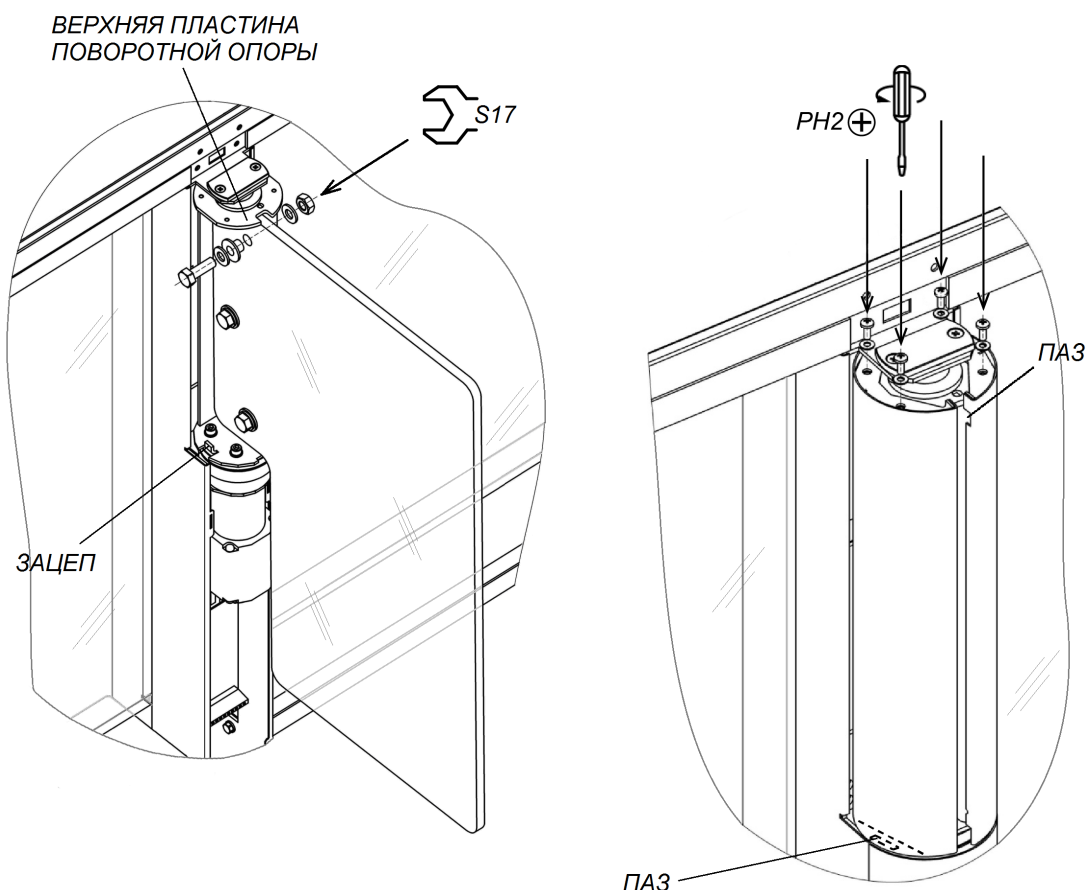

Рисунок 21. Створка и кожух створки
22. Распакуйте стеклянные створки (4) и произведите их монтаж (рис. 21, разд. 8.9.3).
23. Установите кожухи створок (3) из комплекта принадлежностей (рис. 21, разд. 8.9.4).
24. Установите на свои места передние панели боковых стоек (10) (разд. 8.9.2). После установки проверьте, чтобы верхний край панелей находился на одном уровне с корпусом секции.
Снятие или установку створки (4) производите вдвоем. Створка к поворотной опоре крепится в трех местах при помощи болтов M10×30, шайб 10, втулок пластиковых и гаек M10 (см. рис. 21). Используйте рожковые ключи S17.
2. Смонтируйте одну из частей кожуха на поворотную опору створки. Для этого оденьте кожух на верхнюю пластину поворотной опоры через пазы в верхней части кожуха, после чего сдвиньте кожух вниз до конца, введя нижний паз кожуха в зацеп, расположенный в нижней части поворотной опоры (см. рис. 21).